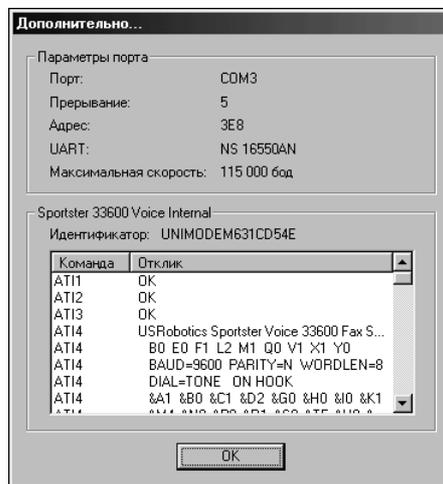

Рис. 18.15. Информация о свойствах установленного модема
5. Убедитесь в том, что модем правильно сконфигурирован операционной системой. Если на вашем компьютере установлена Windows 9x, для того чтобы получить информацию о конфигурации модема, щелкните на кнопке Пуск и выберите команду Настройка⇒Панель управления, а затем щелкните на пиктограмме Модемы. Выберите в списке ваш модем и активизируйте вкладку Диагностика. В появившемся списке выберите COM-порт, который используется вашим модемом, и щелкните на кнопке Дополнительно. После выполнения этих действий в модем будут направлены команды тестирования и, если он установлен правильно, появится информация о используемом порте и модеме (рис. 18.15).